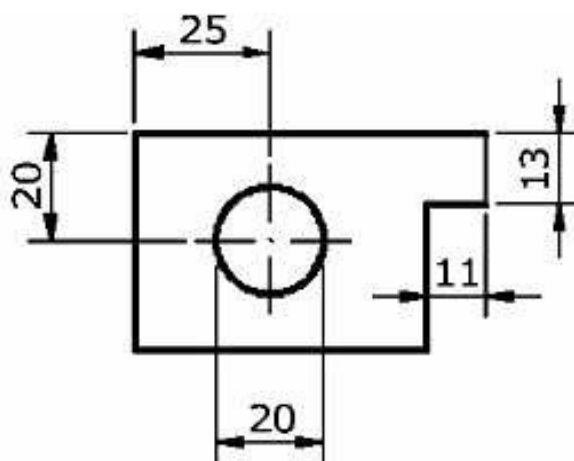

Figura 34
- ✓ As flechas, quando empregadas para cotar pequenas distâncias, serão invertidas (Figura 34);
- ✓ As linhas de centro poderão ser utilizadas como linha de extensão (Figura 34);